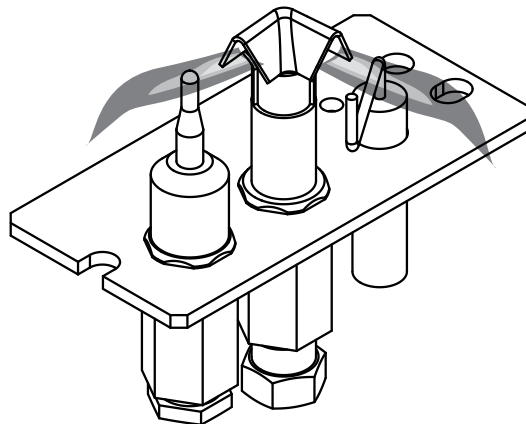

Figure 11.1 Apparence correcte de la flamme pilote
- Inspectez la qualité du comportement de la flamme de la veilleuse. Voir les figures 11.1 et 11.2 pour le comportement de la flamme pilote. Nettoyez ou remplacez la tête d'injecteur à filetage mâle si nécessaire.